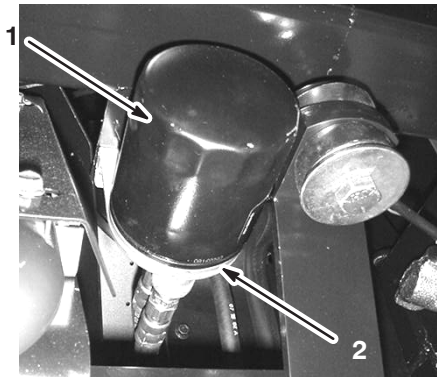

Bild 36
2. Entfernen Sie den alten Motorölfilter (Bild 36).
3. Wischen Sie die Dichtungsfäche am Anbaubereich des Filters ab (Bild 36).
4. Ölen Sie die Gummidichtung am Austauschfilter (Bild 36) leicht mit Frischöl ein.
5. Setzen Sie den Ersatzölfilter auf den Anbaustutzen auf. Drehen Sie den Ölfilter nach rechts, bis die Gummidichtung den Filterstutzen berührt. Ziehen Sie den Filter dann um eine weitere 1/2 Umdrehung fester (Bild 36).